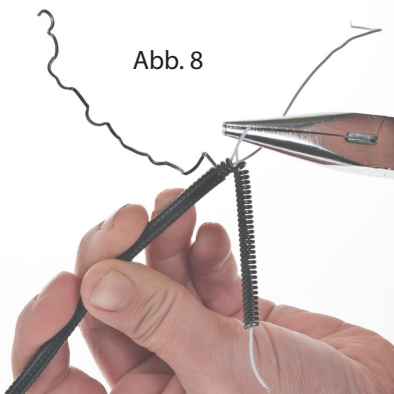

Abb. 8
9. An der Lampe (3) die äussere Metallschicht ca. 50 mm abwickeln. Die abgewinkelte Feder mit der Biegezange umbiegen und die beiden Kabel an der durch die Biegung geöffneten Stelle herausziehen. (s. Abb. 8)